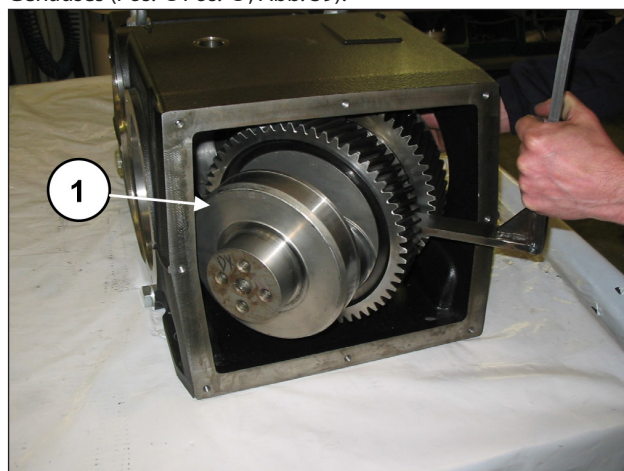

Abb. 39
Entnehmen Sie die Pleuelhälften von der Rückseite des Gehäuses (Pos. ①, Abb. 39).